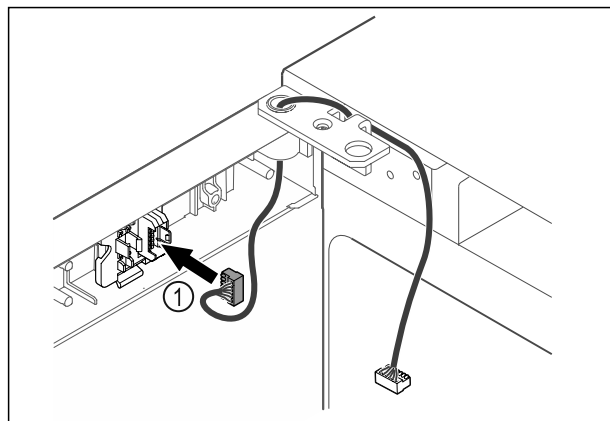

Fig. 64
- Futni spinën Fig. 64 (1) në mbajtësen e spinës.